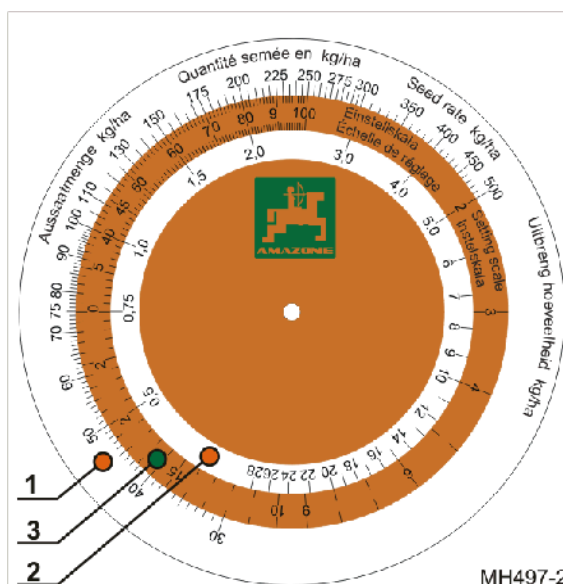

Рис. 32
- наружная белая шкала (Рис. 32/1) для всех норм высева более 30 кг/га
- внутренняя белая шкала (Рис. 32/2) для всех норм высева менее 30 кг/га
- цветная шкала (Рис. 32/3) с указанием всех положений редуктора от 1 до 100.